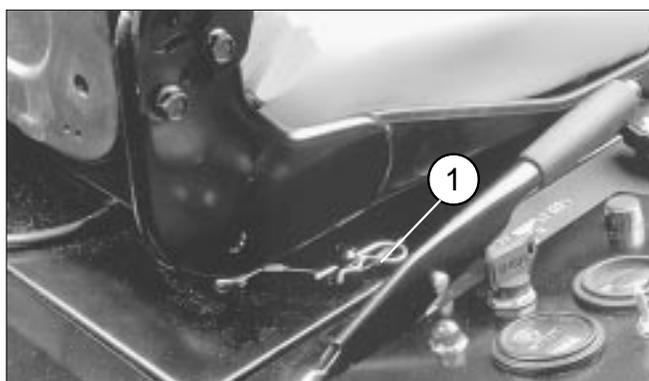

図16
1. シート ロック棒のリテーナ クリップを外します(図16)